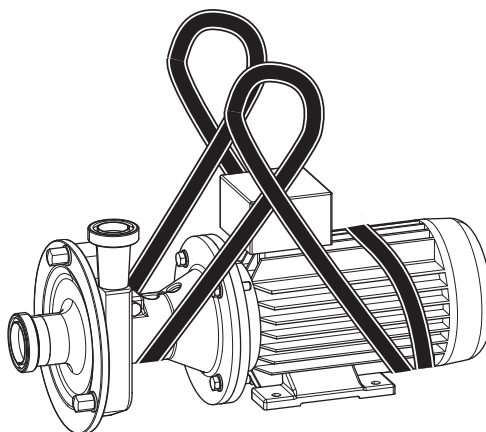

Fig. 13 Transporte con eslinga circular, representación a modo de ejemplo en la forma constructiva FSPE
1. Pase la eslinga circular dos veces alrededor del extremo posterior del motor. No la pase por encima de la cubierta del ventilador.. Véase Fig. 13 «Transporte con eslinga circular, representación a modo de ejemplo en la forma constructiva FSPE».